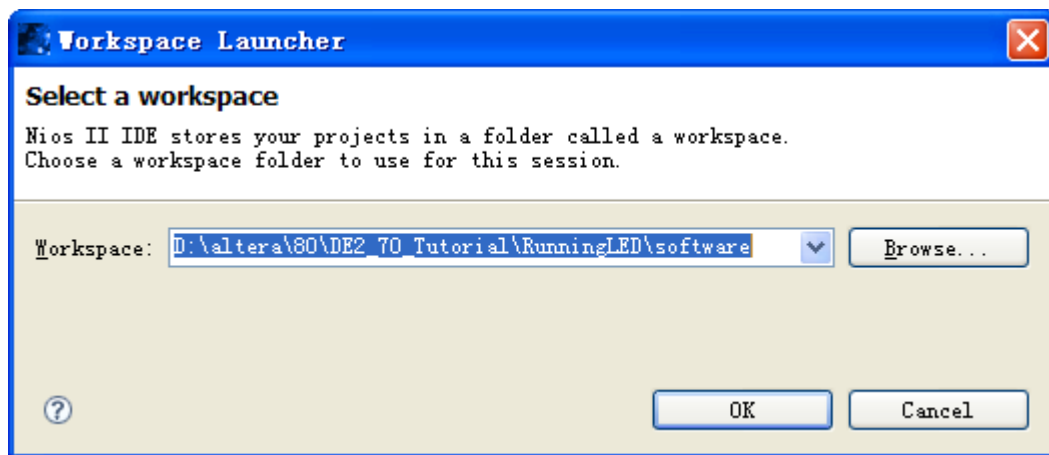

图 7-11 选择工作空间
15. 打开 Nios II IDE，首先选择一个合适的工作空间，依旧设置在<工程所在目录>\softawre。如图 7-11。